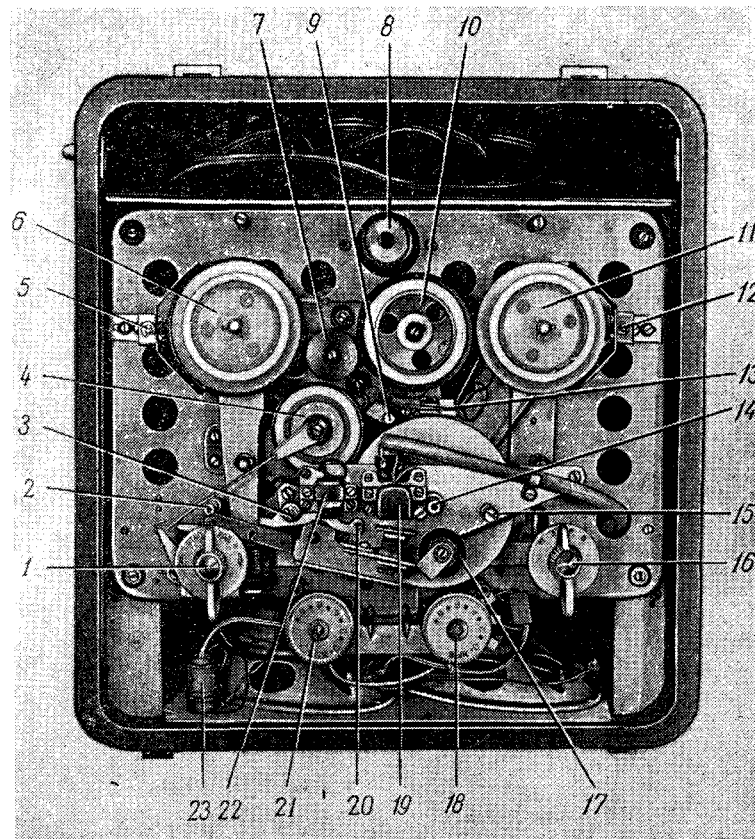

Рис. 79. Органы управления магнитофоном, узлы и детали лентопротяжного механизма.
**Лентопротяжный механизм.** Внешний вид лентопротяжного механизма показан на рис. 79. Механизм приводится в движение одним электродвигателем типа АД-5, имеющим на валу двухступенчатый шкив. Вращение электродвигателя передается узлам механизма при помощи двух обрезиненных промежуточных роликов и пассива.